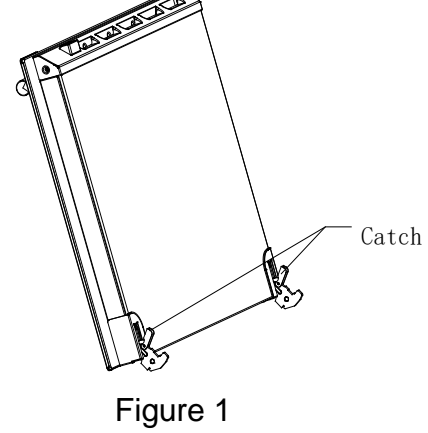

Figure 1
A. วิธีการติดตั้งอุปกรณ์ภายในเตาอบ (see figure 1):